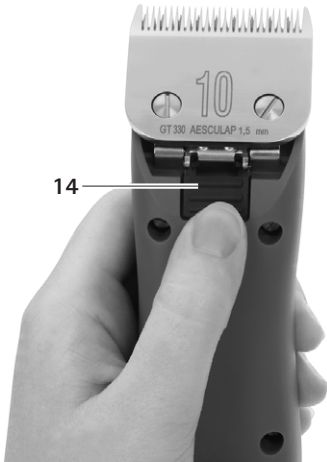

図 4
- カッターヘッドロック 14 を押します、を参照してください 図 4。